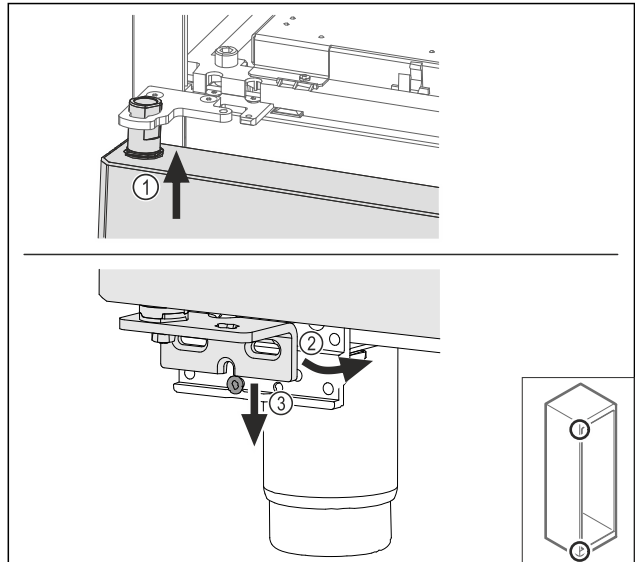

Fig. 64
- ▶ Introducir la puerta ligeramente inclinada en la parte superior Fig. 64 (1), alinear la puerta para que quede recta Fig. 64 (2) y colocarla en la parte inferior del tornillo de soporte de cojinetes Fig. 64 (3).